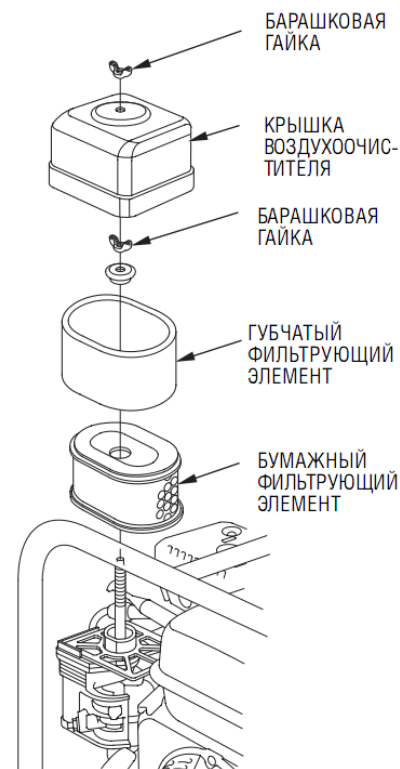

Рис. 17– Обслуживание воздушного фильтр
6.1.6 Очистка воздушного фильтра (рис.17)